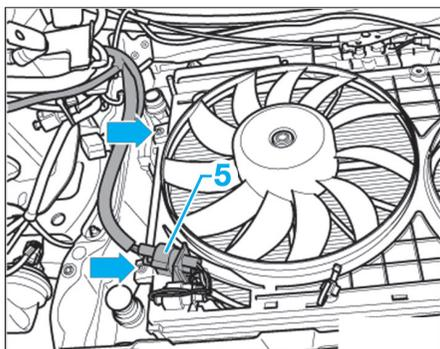

Fig. 75
- Débrancher le connecteur (5) et déposer les ventilateurs de radiateurs (Fig.75).